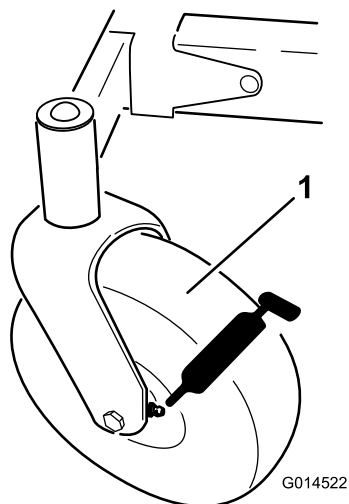
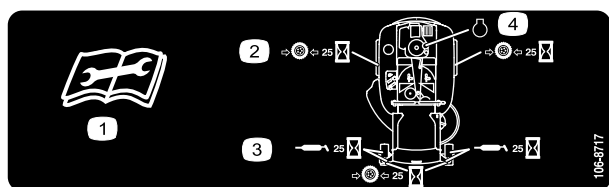

Figura 26
Figura 27
3. Pulite i raccordi d'ingrassaggio (Figura 26 e Figura 27) con un cencio, e togliete eventuali tracce di vernice davanti ai raccordi.
4. Collegate un ingrassatore a pressione a ciascun ingrassatore (Figura 26 e Figura 27). Pompate del